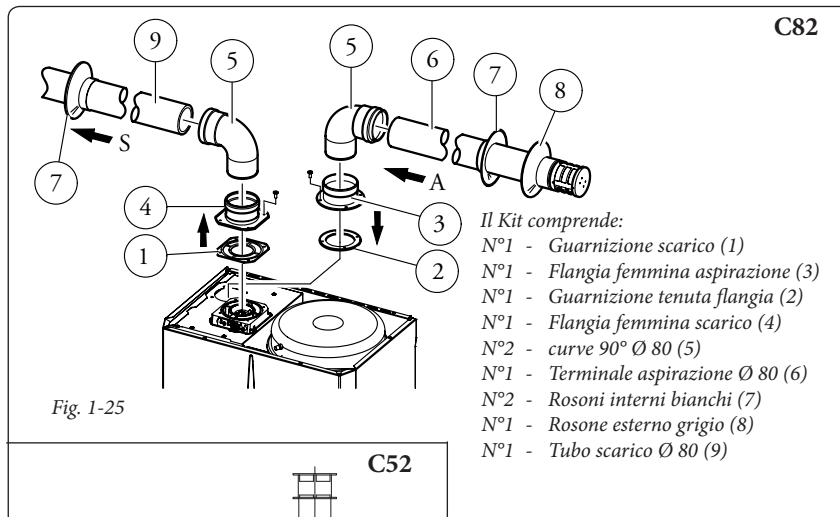

Fig. 1-25
**Kit separatore Ø 80/80.** Il kit separatore Ø 80/80, consente di separare i condotti di scarico fumi e aspirazione aria secondo lo schema riportato in figura (Fig. 1-25). Dal condotto (S) vengono espulsi i prodotti della combustione. Dal condotto (A) viene aspirata l'aria necessaria per la combustione. Entrambi i condotti possono essere orientati in qualsiasi direzione.
- Montaggio kit separatore Ø 80/80. Installare la flangia (4) sul foro più interno della caldaia interponendo la guarnizione (1) e serrare con le viti a testa esagonale e punta piatta presenti nel kit. Togliere la flangia piatta presente nel foro più esterno e sostituirla con la flangia (3) interponendo la guarnizione (2) già presente in caldaia e serrare con le viti autofilettanti con punta in dotazione. Innestare le curve (5) con lato maschio (liscio) nel lato femmina delle flange (3 e 4). Innestare il terminale di aspirazione (6) con lato maschio (liscio), nel lato femmina della curva (5) sino a portarlo